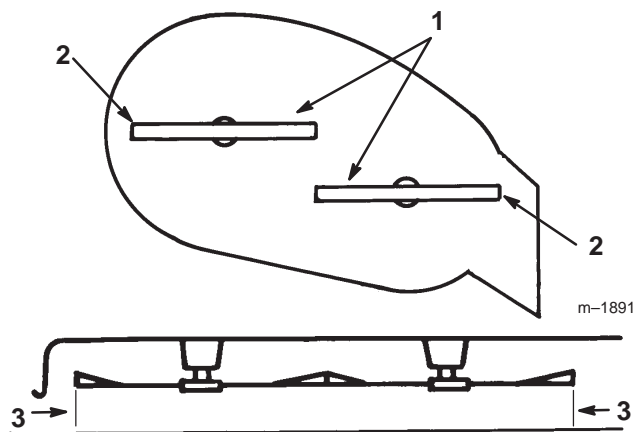

Figure 47
3. Placez prudemment les lames dans le sens transversal (Fig. 47). Mesurez la distance entre les tranchants extérieurs et le sol plat (Fig. 47). Si les deux mesures diffèrent de plus de 5 mm, l'horizontalité transversale doit être réglée comme expliqué aux points 4 et 5.